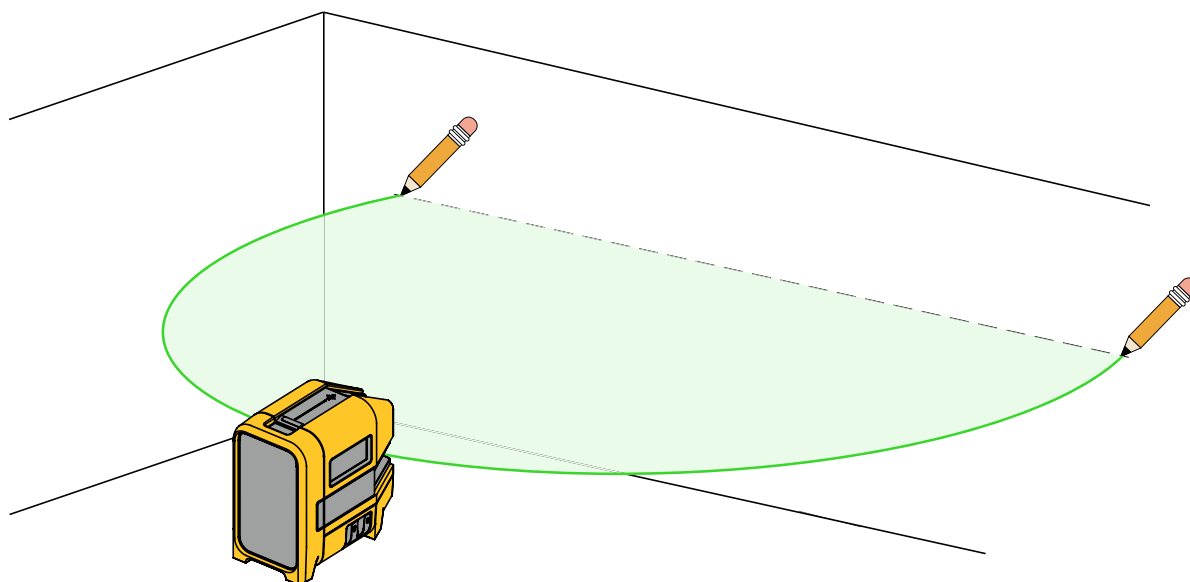

Figura 2. Nuovo allineamento orizzontale o diagonale
2. Accendere il laser orizzontale e puntarlo sull'area obiettivo. Vedere la Figura 2.